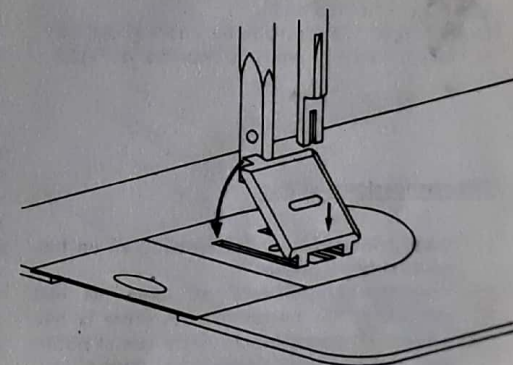

Fig. 22
- \* Coloque la plaquita cubredientes especial para esta operación como lo indica la Fig. 22.